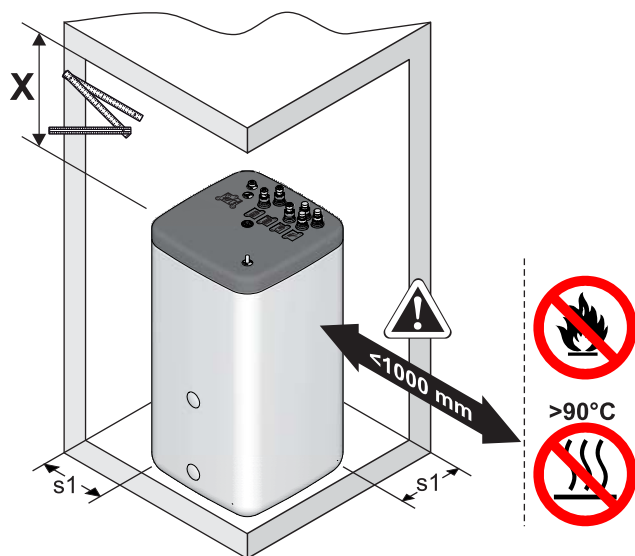

Fig. 3-2 Installation du ballon d'eau chaude (représenté à l'exemple de l'EKHWP)
- Installer le ballon d'eau chaude sur l'emplacement d'installation. **Distance recommandée** au mur (s1) : $\geq 200\text{ mm}$ (fig. 3-2).